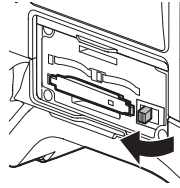
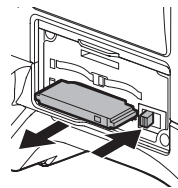

図 1
図 2
- イジェクトボタンを起こしてから (図 1)、押し込みます。(図 2)